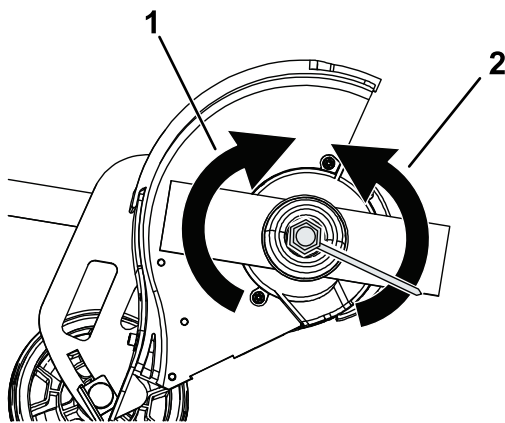

Figura 13
3. Retire la tuerca de la cuchilla girándola en sentido horario usando la llave suministrada (Figura 13).
6. Apriete la tuerca de la cuchilla girándola en sentido antihorario con la llave suministrada (Figura 13).